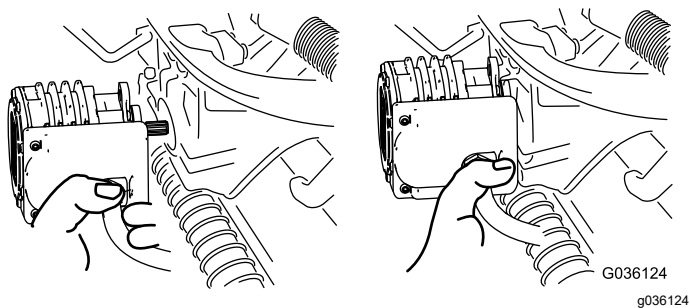

Рисунок 56
5. Переместите электродвигатель на место хранения на передней стороне рычага подвески (Рисунок 56).